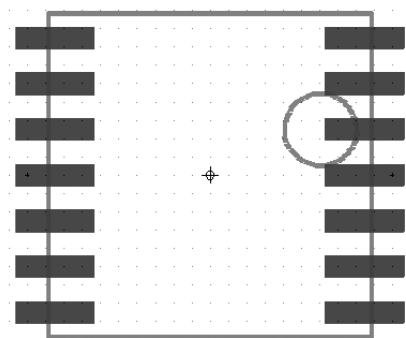

图 14-51 封装图形
7) 单击“完成”按钮，退出封装向导。至此，封装就制作完成了，工作区内显示的封装图形如图 14-51 所示。